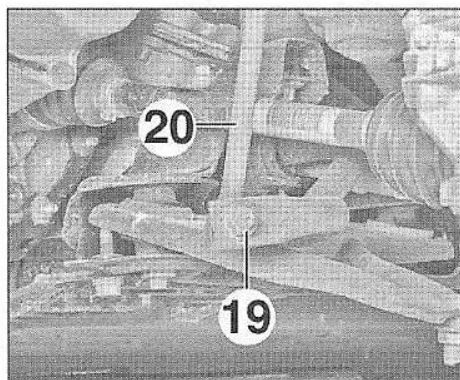

FIG.40
- Déposer l'écrou inférieur (19) de la biellette de liaison, en contre-serrant la rotule à l'aide d'une clé à empreinte Torx (Fig.40).
- Ecarter la biellette (20) la barre stabilisatrice.